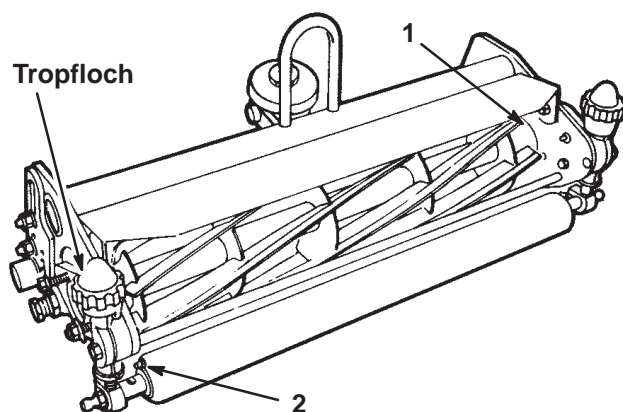

Bild 10
Jedes Mähwerk hat sieben Schmiernippel (Bild 10 und 11), die Sie sofort nach dem Waschen einfetten sollten, um Wasserrückstände aus den Lagern zu entfernen und die Nutzungsdauer des Lagers zu verlängern. Fetten Sie sie mit einem Allzweckfett auf Lithiumbasis, Nr. 2 ein. Am besten eignet sich eine handbetriebene Fettpresse.
2. Fetten Sie die Spindellager (Bild 10) so lange ein, bis Schmiermittel aus dem Tropfloch austritt.
3. Fetten Sie die Lager der vorderen und hinteren Rollen ein (Bild 10 und 11), bis Schmiermittel um die Dichtungslippen sichtbar austritt.